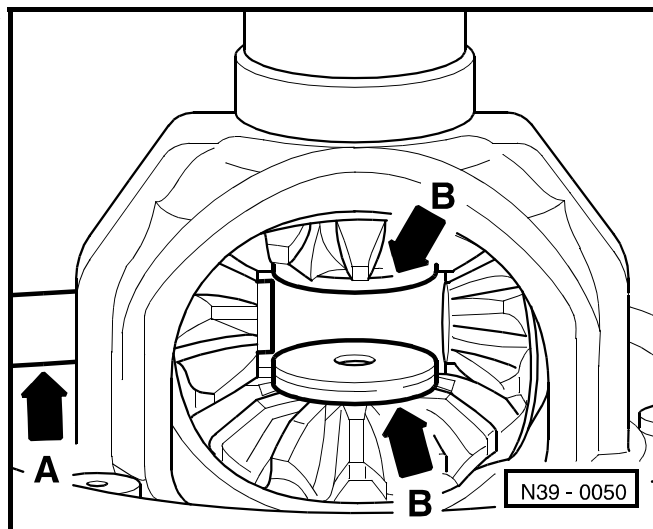

Fig. 10: Position de montage de la rondelle de butée pour la bague conique -1- ►
- Position de montage ⇒ Fig. 10 au **39-3** page 6